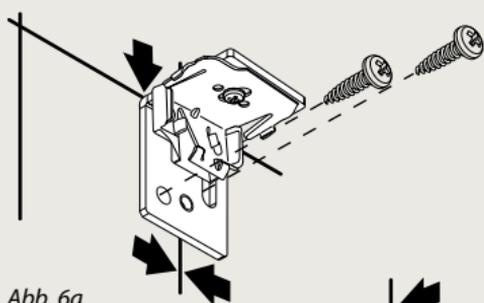

Abb. 6a
**Clipmontage:** Die Winkel mittig auf die 4 cm eingerückte Linie und mit der oberen Linie abschließend platzieren und anschrauben (Abb. 6a).